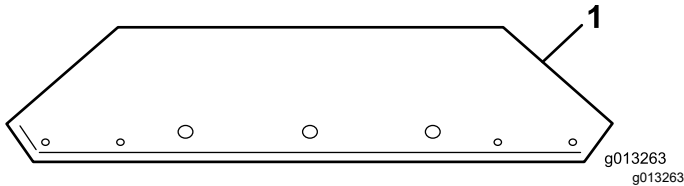

Figure 13
- Sortez les extensions de la trémie de la caisse d'expédition et identifiez l'avant et l'arrière (Figure 13 et Figure 14).